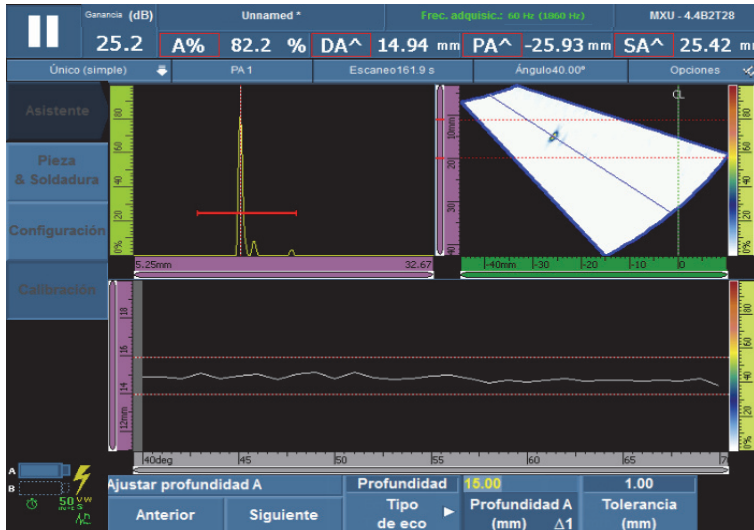

Figura 5-11 Crear la envolvente para el primer ángulo/VPA
- a)* Desplace la sonda hacia adelante y hacia atrás sobre el reflector de referencia para generar una envolvente. Véase la Figura 5-11 en la página 140.